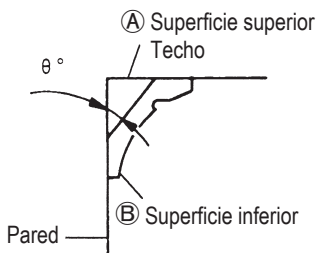
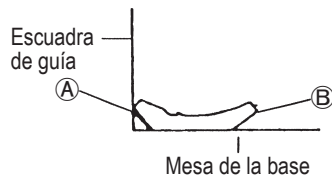
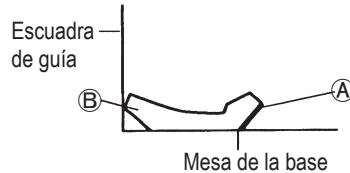

Fig. 41
Fig. 45
Fig. 46
La Fig. 41 muestra dos tipos de moldura en vértice comunes con ángulos de ( $\theta$ ) 38° y 45°.
Con respecto a las molduras en vértice típicas, consulte la Fig. 41.
- Coloque la moldura en el vértice de forma que la superficie superior (A) de la Fig. 41) entre en contacto con la escuadra de guía como se indica en la Fig. 45.
- Coloque la moldura en el vértice de forma que la superficie inferior (B) de la Fig. 41) entre en contacto con la escuadra de guía como se indica en la Fig. 46.
- Coloque la moldura en el vértice de forma que la superficie superior (B) de la Fig. 41) entre en contacto con la escuadra de guía como se indica en la Fig. 49.
- Coloque la moldura en el vértice de forma que la superficie inferior (A) de la Fig. 41) entre en contacto con la escuadra de guía como se indica en la Fig. 50.